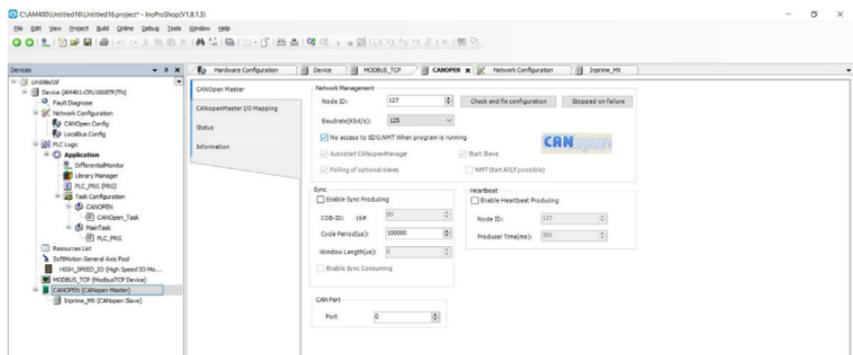

Рисунок 7.8 – Настройка параметров CANopen
6) Откройте Canopen Master (рис. 7.8), установите скорость и «Node ID»